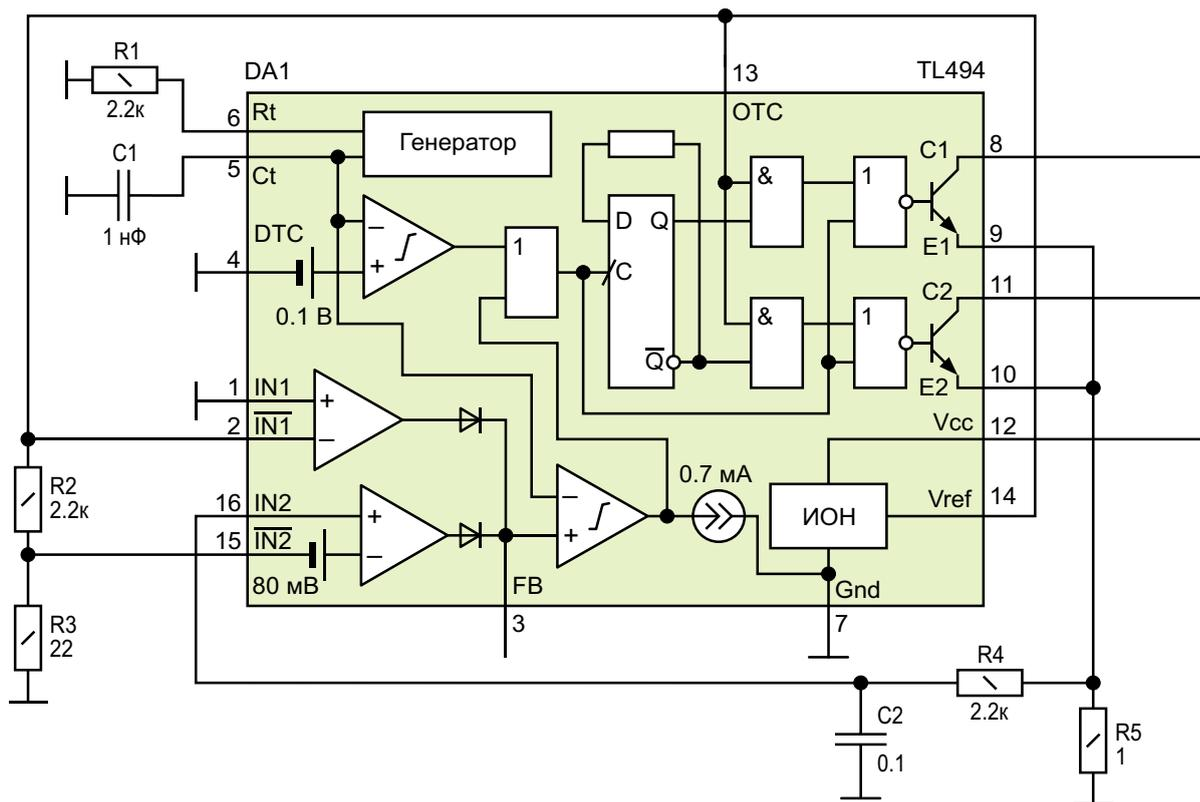

Рисунок 5. Схема модуля
**Рисунок 5.** Пульсации переключения гистерезисного преобразователя ADP5300 (без постоянной составляющей) при питании AD7980 и спектр выходного сигнала АЦП при частоте выборки 10 квыб/с.